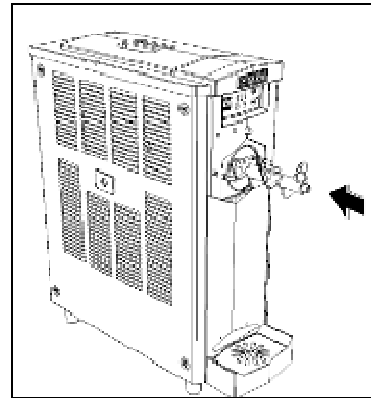

Abb. 16
- Die Spirale sorgfältig so in den Zylinder einsetzen, dass der hintere Schaft perfekt in seine Aufnahme im Inneren des Zylinders gleitet (Abb.16).